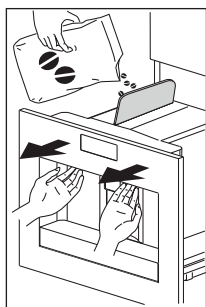

Fig. 14
- ▶ Extraiga la máquina tirando hacia fuera de las manijas (Fig. 14).